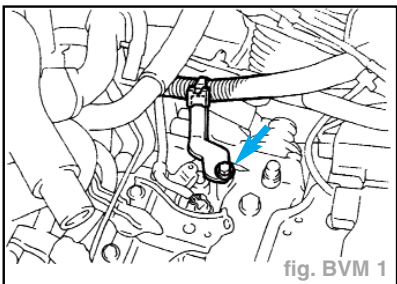

fig. BVM 1
- Déposer le boulon de fixation de l'attache du faisceau de câbles (fig. BVM 1).